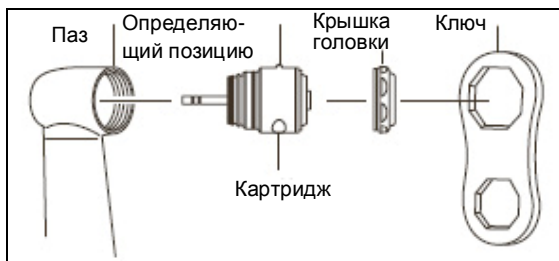

Рис. 7
- 6) Завинтите крышку головки наконечника (Рис. 7)